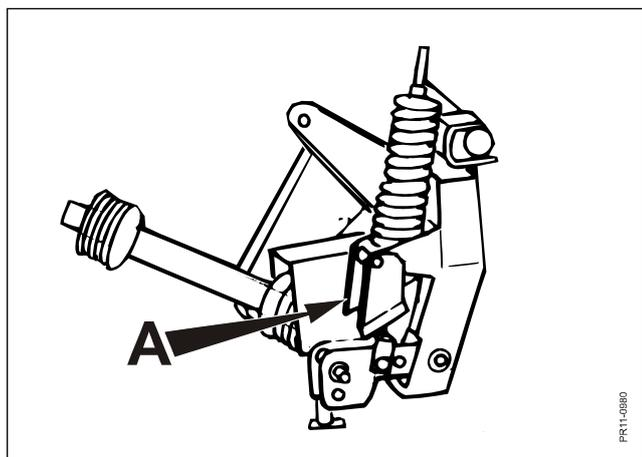

Fig. 3-1
- Fig. 3-1 7) Si le blocage de stationnement **A** été monté d'usine, positionner la corde depuis le mécanisme jusqu'à la cabine du tracteur.